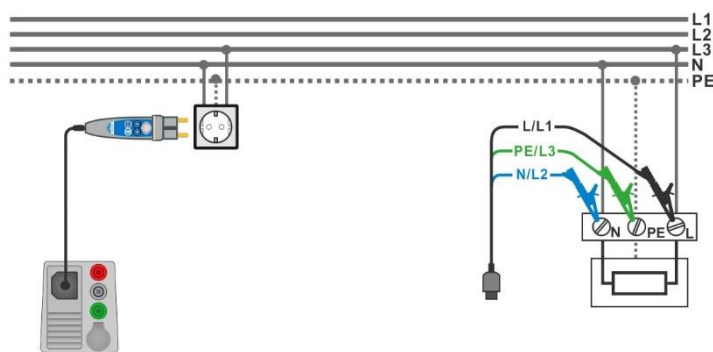

Abbildung 7.119: Anschluss des Commander-Prüfsteckers und des 3-Leiter Prüfadapters
- › Schließen Sie den 3-Leiter Prüfadapter oder den Commander Prüfstecker am Prüfling an, siehe **Abbildung 7.119**.